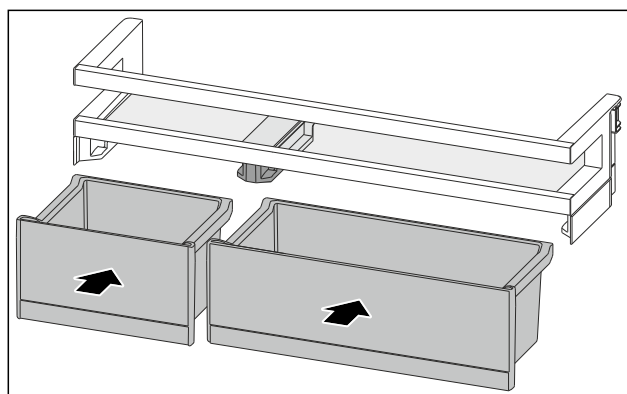

Fig. 119
- ▶ Installer les VarioBoxes dans l'agencement inverse. (voir Fig. 119)